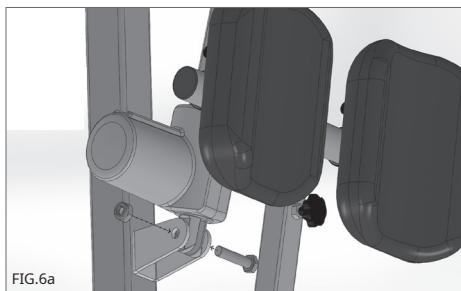

FIG.6a
1. Scoateți șuruburile pregătite din braț și din orificiile coloanei pentru a fixa actuatorul. Montați servomotorul în poziția corectă și fixați-l folosind șuruburile îndepărtate anterior. (Fig.6a-6b)